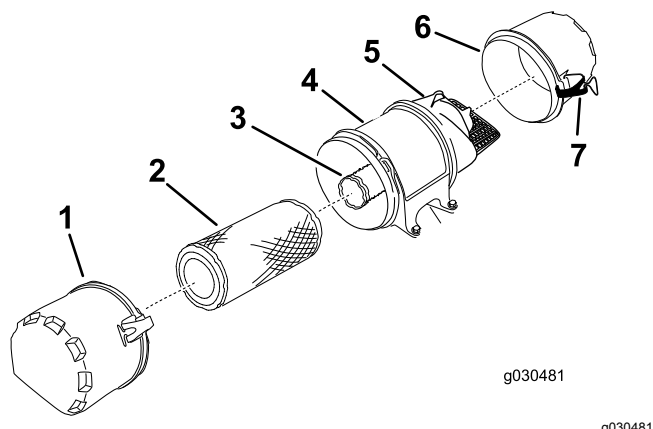

Figure 46
3. Ouvrez les dispositifs de verrouillage du filtre à air et séparez le couvercle d'entrée d'air du boîtier du filtre (Figure 46).
5. Reposez le couvercle d'entrée d'air et fixez-le avec les verrous (Figure 46).
6. Ouvrez les dispositifs de verrouillage du filtre à air et détachez le couvercle du boîtier du filtre (Figure 46).
8. Sortez le préfiltre du boîtier du filtre avec précaution (Figure 46).